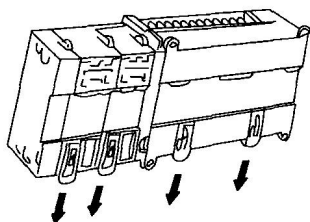

图 1-3 拉出安装销
a. 如图 1-3 所示，将位于 CP1H 可编程序控制器底部的 DIN 导轨安装销，使用螺钉旋具